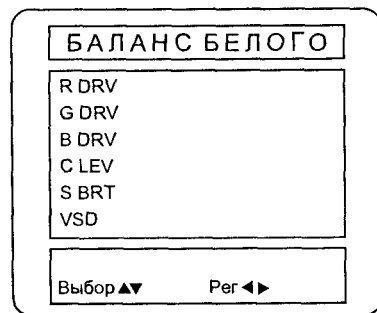

Рис. 8.7. Меню БАЛАНС БЕЛОГО
2. Вначале регулируют ускоряющее напряжение. Для этого в сервисном меню БАЛАНС БЕЛОГО (рис. 8.7) выбирают параметр VSD и устанавливают его значение равное 1. На экране должна появиться светлая горизонтальная полоса. Регулятором SCREEN на ТДКС добиваются, чтобы полоса еле светилась.